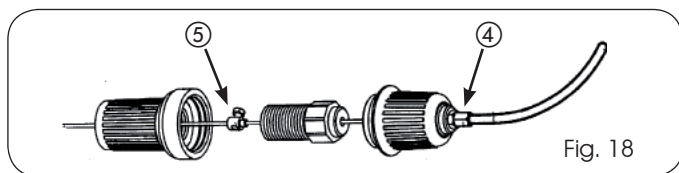

Fig. 18
5. Assembler la poignée de déverrouillage Fig. 18 en veillant à visser à fond le régulateur réf. ④;
6. Tirer le fil et serrer avec force la borne réf. ⑤: